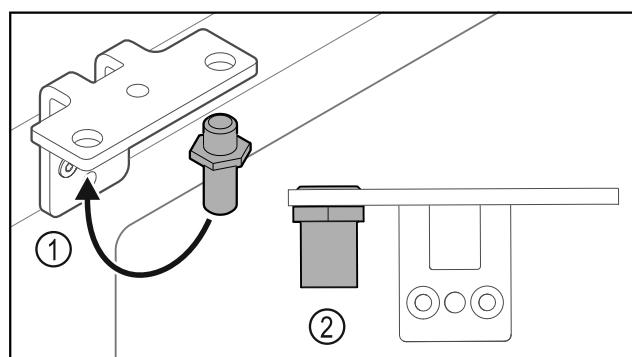

Fig. 33
- Ktheni bulonin Fig. 33 (1) në profilin e menteshës në anën tjetër.
- Shtrëngoni bulonin Fig. 33 (2) me **momentin e rrotullimit prej 12 Nm**.